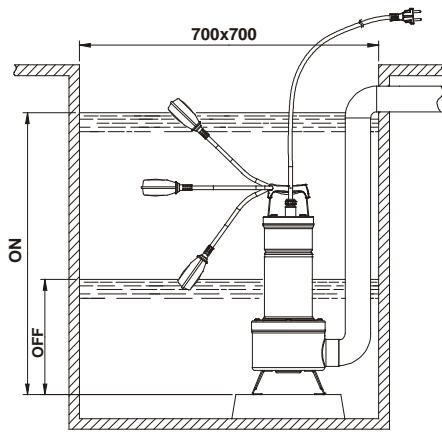

图 1
- 4.1 如果安装泵的井底或泵坑特别脏，建议在泵下放一个基座避免脏物堵塞泵入口。(图 1)
- 4.4 装有浮子开关的泵型，须确保浮子活动自如（见浮子开关调整说明）泵坑最小尺寸要符合图表 图 1。泵坑大小需要根据输水量和流速计算，以避免电机过于频繁的启动